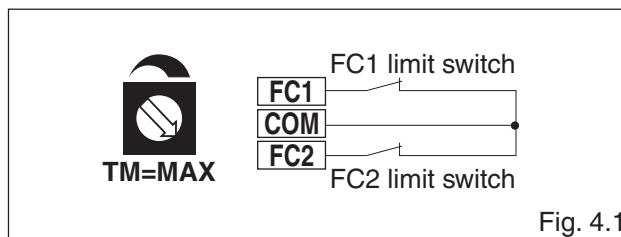

Fig. 4.1
- (Fig. 4.1) relier les contacts N.F. des fins de course d'ouverture et de fermeture aux connecteurs faston FC1-COM-FC2; ou bien